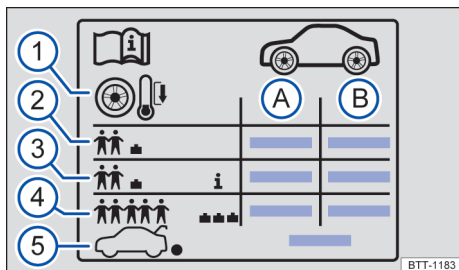

Fig. 223 Símbolos no adesivo da pressão dos pneus.
Dados que figuram no adesivo → Fig. 223:
Em função do veículo, o adesivo da pressão dos pneus pode incluir uma pressão de conforto → Fig. 223 (3). A pressão de conforto permite aumentar o conforto de condução. Quando se conduz com a pressão de conforto, pode ser que aumente o consumo de combustível.